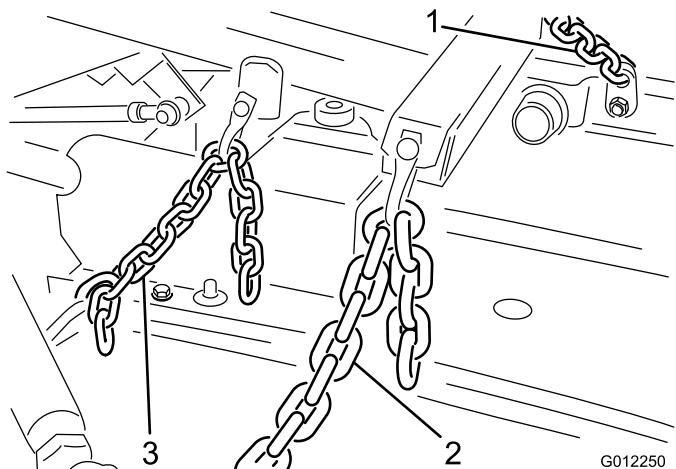

図9
- 昇降アームとカッティングユニットのチェーンプラケットに昇降チェーンを取り付ける；シャックル6個、シャックルピン（ $3/8 \times 1\text{-}1/2$ インチ）、コッターピン（ $1/8 \times 3/4$ インチ）を使用する（図9）。カッティングユニットが適切に昇降できるように、チェーンを固定するリンクは以下のものを使用する：